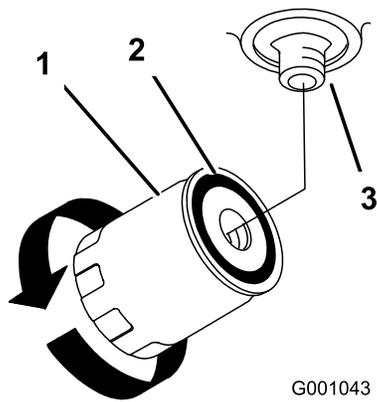

Figure 75
4. Déposez le filtre usagé et essuyez la surface du joint de l'adaptateur (Figure 75).
7. Tournez le filtre dans le sens horaire jusqu'à ce que le joint rejoigne l'adaptateur, puis donnez 1/2 tour supplémentaire (Figure 75).